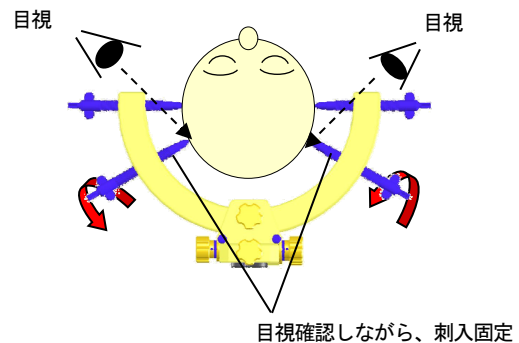

図4
- (2) チタンヘッドピンの先端部を目視確認しながら、2箇所へチタンヘッドピンを挿入して、チタンヘッドピンを中心軸にした頭の動き(矢印A 図3-2)を止め、頭部を支えるぐらいに締めてください。(図4)